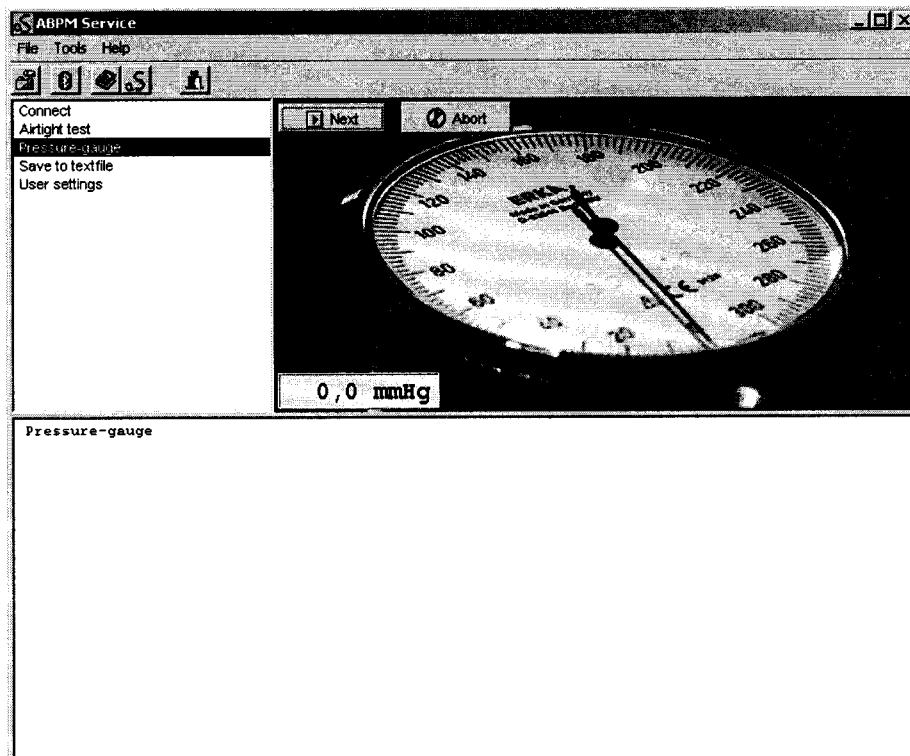

Рисунок 4 – Вид программы в режиме измерения статического давления
6.4.1.7 Для проверки диапазона и погрешности измерений давления в компрессионной манжете необходимо с помощью двойного щелчка ЛКМ выбрать пункт «Pressure-gauge». После этого прибор перейдет в режим измерения статического давления и в программе появится измеряемое значение давления на желтом фоне (рис. 4). Также измеряемое давление будет отображаться и на экране прибора.